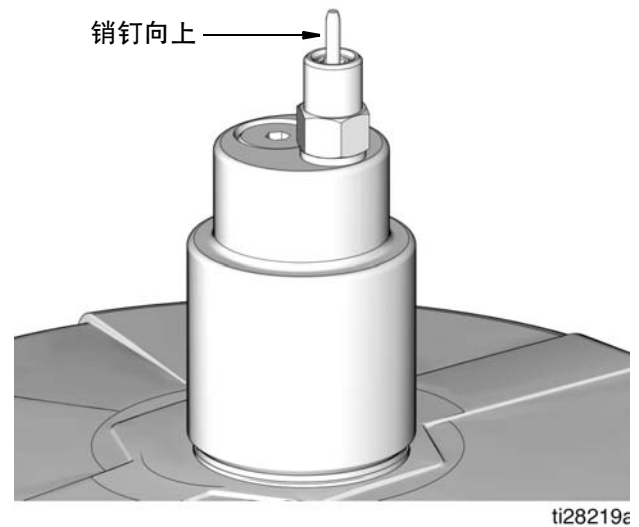

图 27
2. 从快速连接 (V) 连接供料软管 (J)。
3. 打开远程加注站泵 (F)，加注 G3 液箱 (D)，直到自动加注阀上的指示器销钉上推，如图 27 所示。加注泵 (F) 中的压力增加，泵停止。